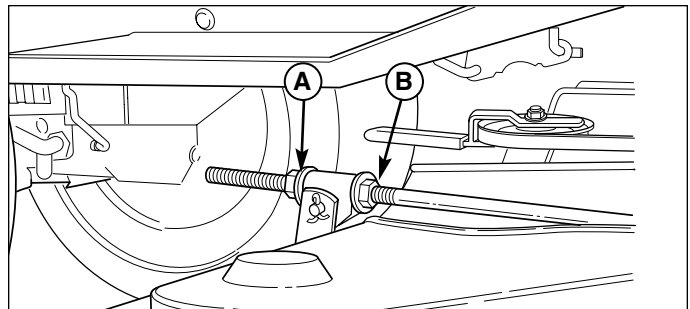

Figure 43. Mise de niveau longitudinale (étrier et boulonnerie de levage non représentés)
8. Pour relever l'avant du carter de coupe, desserrer l'écrou avant (B) et serrer l'écrou arrière (A, Figure 43) contre l'étrier. Pour abaisser l'avant du carter de coupe, desserrer l'écrou (A) pour déplacer l'étrier vers l'arrière de manière à allonger la tige.
9. Revérifier la hauteur des lames puis serrer l'écrou avant (B) contre l'étrier pour le bloquer.